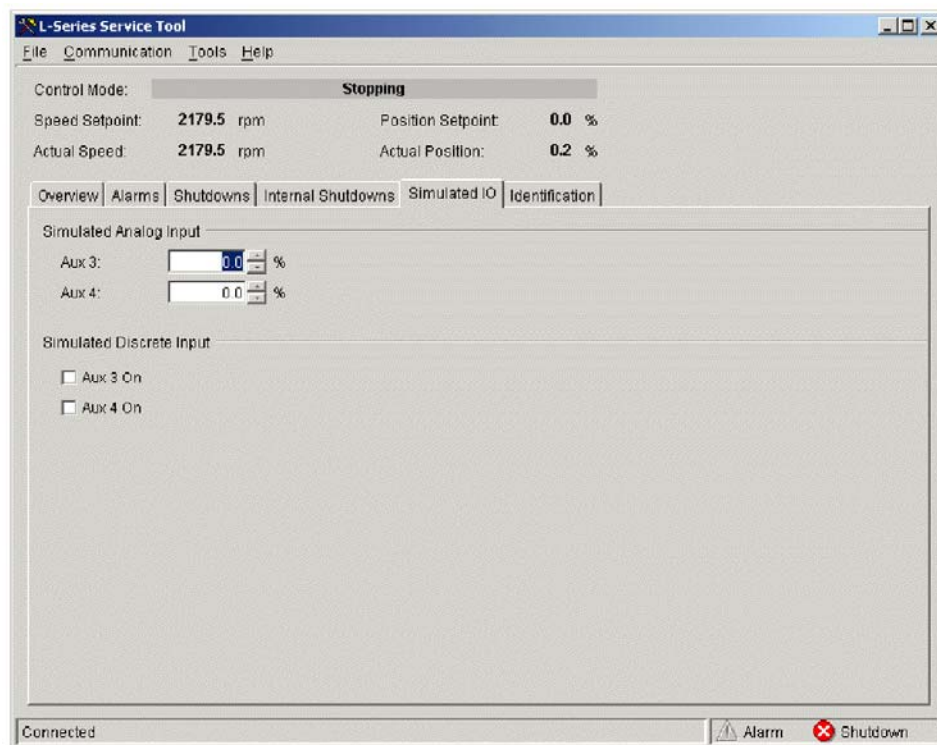

図 5-7. サービス・ツール — Simulated I/O の画面
- Simulated I/O (擬似入出力動作;図 5-7)